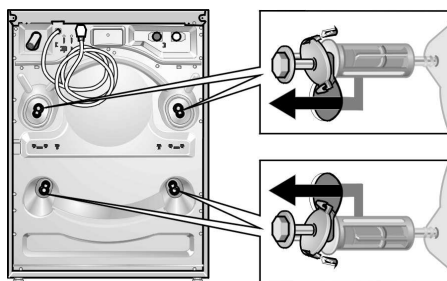

Figure 14
- ❑ Enlevez complètement chaque boulon de transport (boulon, ressort, rondelle et douilles). Pour ce faire, introduisez la main par le hublot ouvert et tirez légèrement le tambour en avant (voir **Figure 14**).